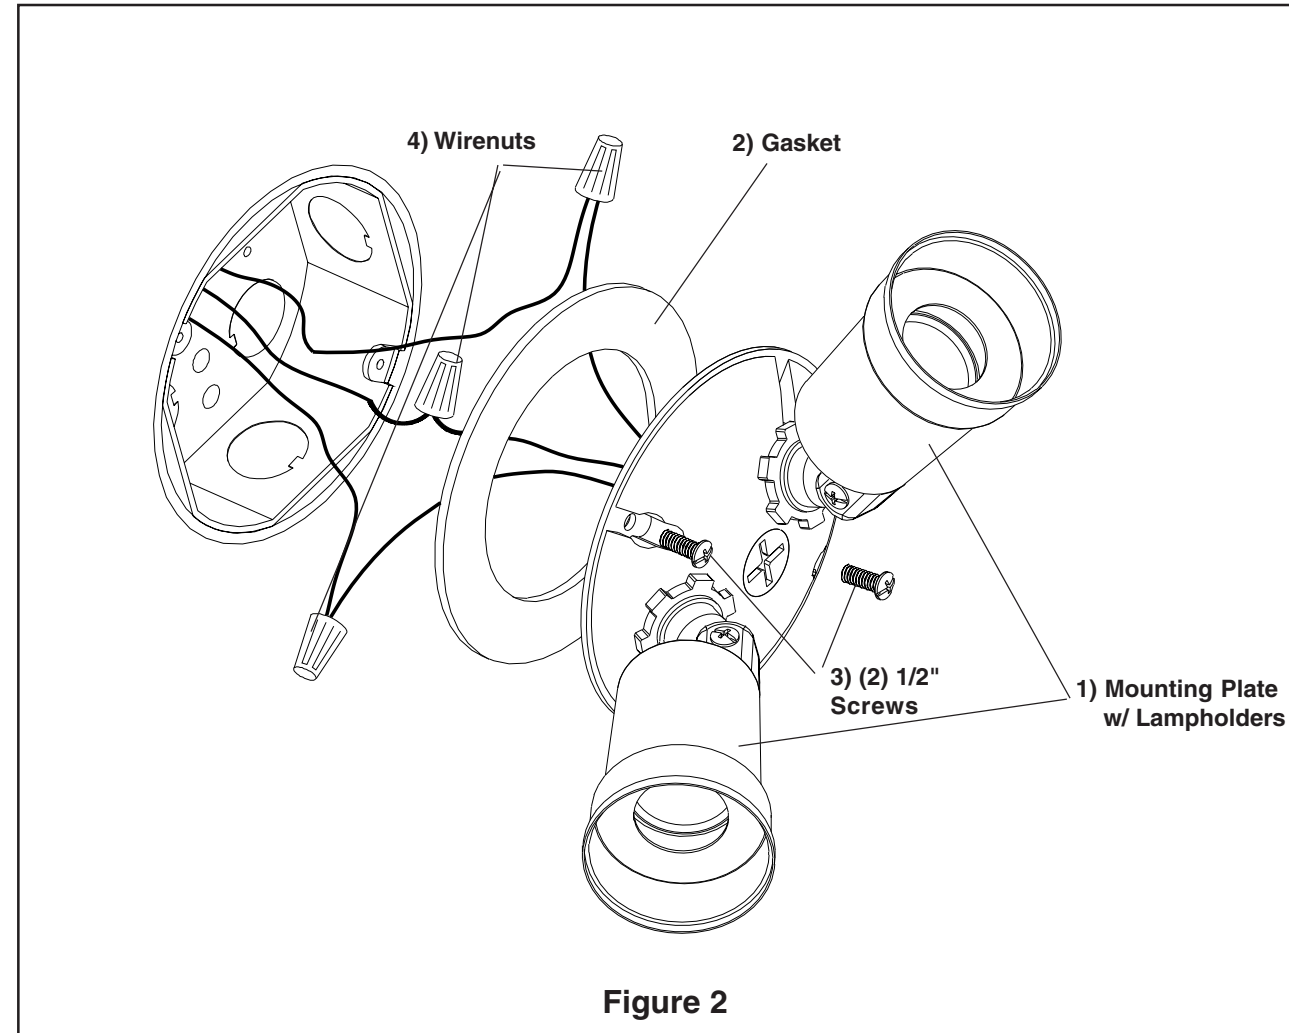

Figure 2
2. Placer la garniture au dos de la plaque de montage. **Voir la fig. 2.**
6. Insérer (2) vis de 2 po dans les trous de la plaque de montage et visser solidement à la boîte de jonction. **Voir la fig. 2.**
7. Installer (2) lampes de 150 watts approuvées pour l'extérieur puis orienter les douilles de manière à éclairer l'endroit choisi. **Note : Orienter les douilles en bas de l'horizontale afin d'éviter toute pénétration d'eau à l'intérieur des douilles.**
2. Position Gasket on back of Mounting Plate. **See Fig 2.**
6. Insert (2) 1/2" Screws into holes in Mounting Plate and tighten to secure to junction box. **See Fig 2.**
7. Install (2) 150 watt outdoor rated bulbs and adjust lampholders to illuminate the desired area(s). **Note: Position lampholders below horizontal to avoid water getting into lampholders.**
2. Coloque la Empaquetadura en la parte trasera de la Placa de Montaje. **Vea Fig. 2.**
6. Inserte (2) Tornillos de 2" dentro de los agujeros de la Placa de Montaje y apriete para asegurar a la caja de ensambladura. **Vea Fig. 2.**
7. Instale (2) lámparas clasificadas para aire libre de 150 vatios y ajuste los sostenedores de lámparas para iluminar la área deseada. **Nota: Coloque los sostenedores de lámparas hacia abajo de horizontal para evitar que agua entre dentro de los sostenedores de lámparas.**